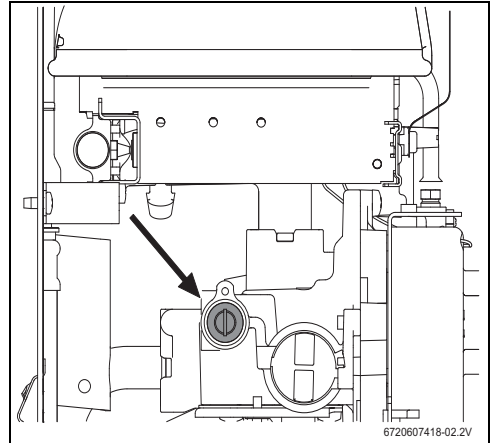

Fig. 13 Tornillo de ajuste de caudal de gas máximo
- ▶ Desmontar la cubierta del tornillo de ajuste del gas (Fig. 13).